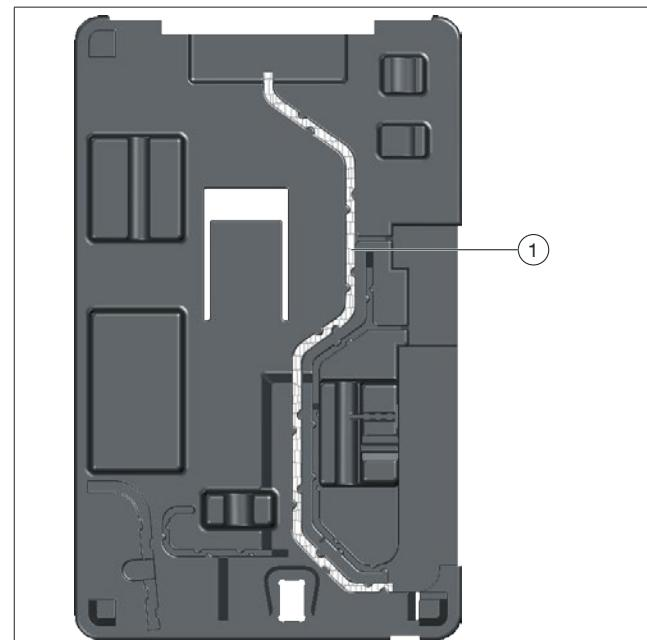

Fig. 13: Guidage du câble
1. Poser le câble de raccordement du circulateur à haut rendement le long du guidage de câble décrit sur la Fig. 13.